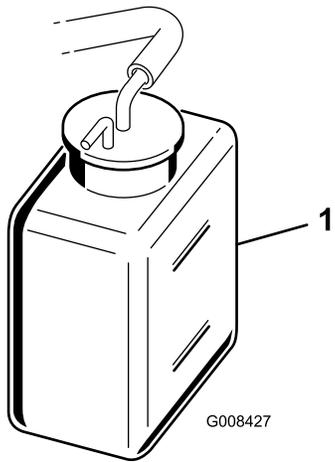

Bild 41
2. Prüfen Sie den Kühlmittelstand (Bild 40 und Bild 41).